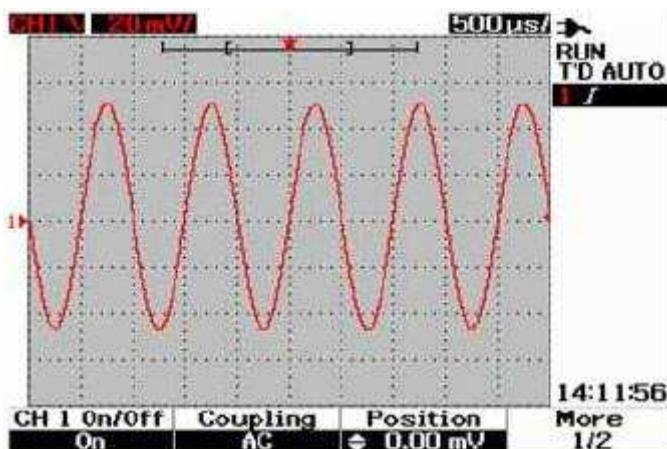

Рис. 3-3 Подстройка смещения осциллограммы по вертикали
Вы можете смещать осциллограмму по вертикали при нажатии функциональной клавиши F3. На рис. 3-3 показана установка подстройки смещения осциллограммы по вертикали.
- При вращении поворотного переключателя  индицируется соответствующее значение напряжения под заголовком Position, как показано на рис. 3-3. Это значение напряжения характеризует смещение опорного "земляного" уровня относительно середины экрана.